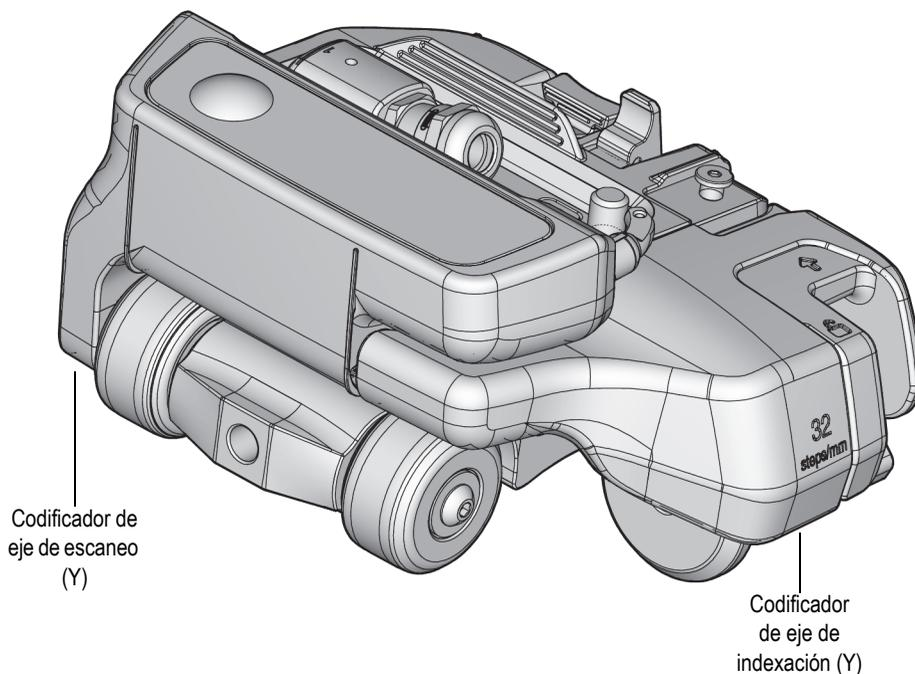

Figura 1-10 Ubicaciones del codificador
El escáner HydroFORM está equipado con dos codificadores para registrar la posición del escáner: X para el eje de escaneo e Y para el eje de indexación (Y) [ver Figura 1-10 en la página 35].